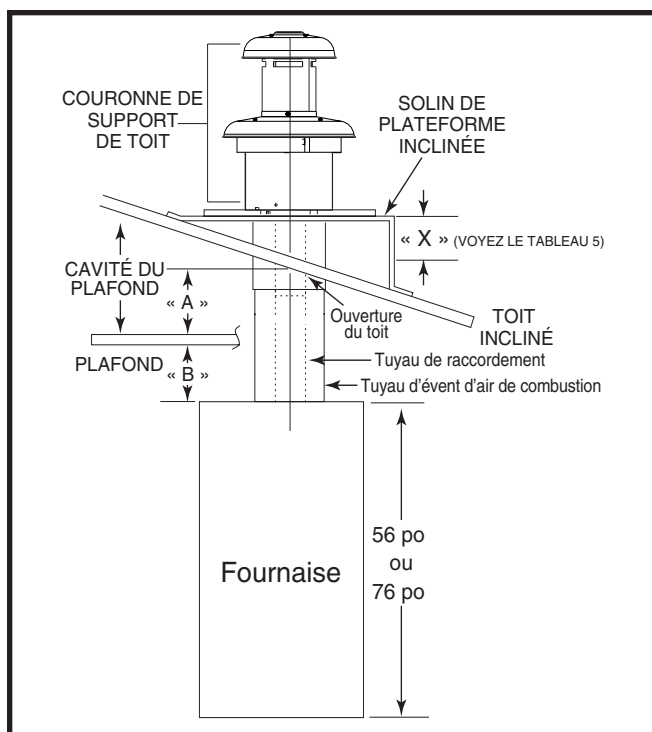

Figure 16. Profondeur de la cavité du plafond
1. Déterminez la profondeur de la cavité dans le plafond du centre de l'ouverture du toit au centre de l'ouverture du plafond tel qu'indiqué comme « Dimension A » dans la Figure 16 \(page 10\).
2. Déterminez la hauteur du plafond et soustrayez la hauteur de la fournaise indiquée comme « Dimension B » dans la Figure 16 \(page 10\).